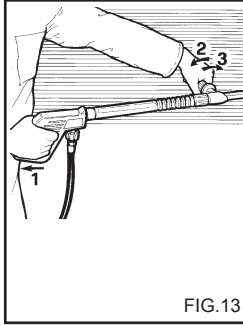

FIG.13
**USO DE LA LANZA DOBLE (fig. 13).**